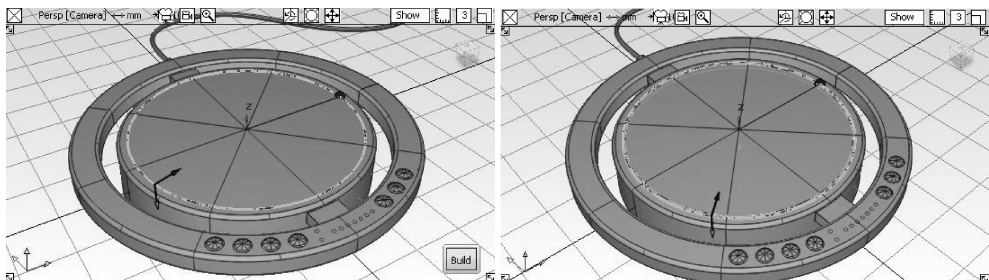

图 5-98 创建圆角与凸缘曲面
- 45 关闭【Fillet Flange】工具对话框。在透视图窗口中单击刚刚分离的两个曲面的边缘，在弹出的选择器中选择内部那个面的边缘。单击出现的两个操纵箭头切换方向，使一个向下，一个向内（相对于选择的曲面），最后单击视窗下方的【Build】按钮，完成圆角凸缘曲面创建，如图 5-98 所示。